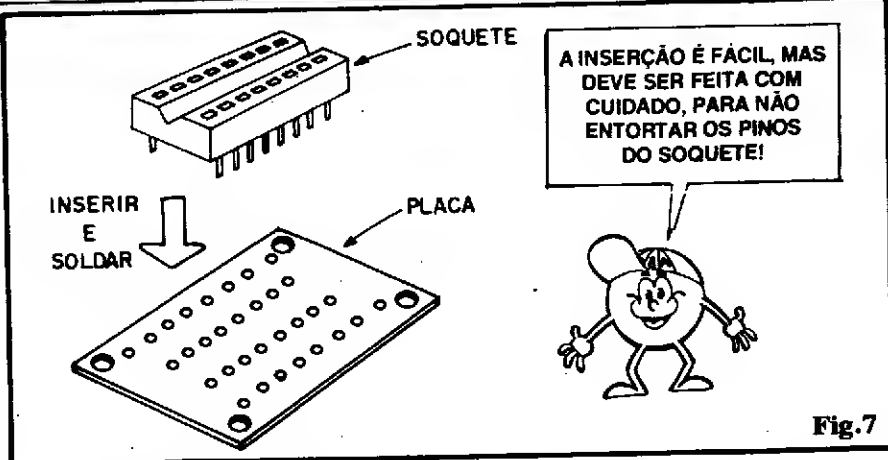

Fig. 7
- FIG. 7 - Cada soquete/plaquinha padronizada constitui um conjunto, que deve ser implementado da maneira mostrada: inserem-se os pinos do soquete nos furinhos correspondentes da placa (as linhas paralelas centrais de furos...), até que a base do corpo do soquete repouse firmemente sobre a superfície da placa e - pelo lado cobreado - soldam-se todos os pontos, com muito cuidado... Notem que, daqui pra frente, começa o verdadeiro "aperto" nas operações de soldagens, já que terminais de Integrados são muito juntinhos, exigindo "mão firme", solda apenas suficiente (mas nunca "faltando"...), e especial cuidado para que não aconteçam "corrimentos" ou "emendas" indevidas de solda, quanto a ilhas adjacentes... É absolutamente imprescindível a utilização de ferro com a ponta bem fina, caso contrário a operação beira o impossível... Por enquanto as linhas de furos periféricos (próximas às bordas das plaquinhas...) ainda não são utilizadas (se-lo-ão na próxima etapa...).